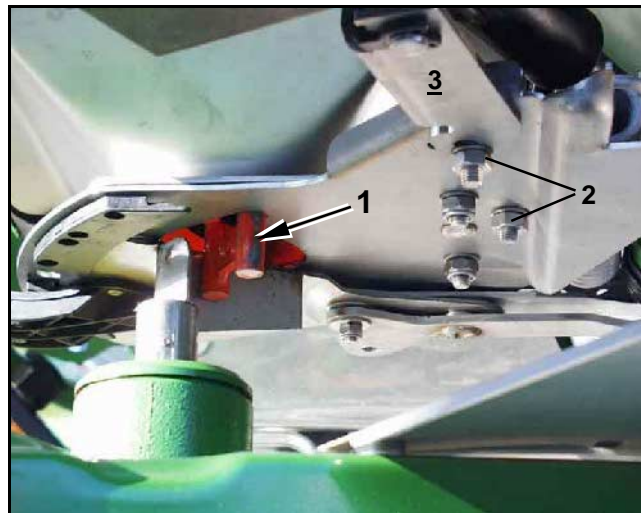

Fig. 2
- Løs festeskrue (Fig. 2/2) for stillmotorkonsollen (Fig. 2/3).
- Stikk måletolken (Fig. 2/1) inn i utløpsåpningen.
- Drei stillmotorkonsollen (Fig. 2/3) mot måletolken og trekk til festeskrue (Fig. 2/2) igjen.